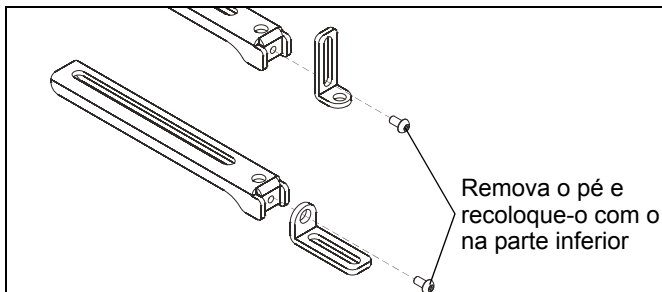

Figura 15
3. Afrouxe o parafuso e ajuste o pé que está fixado na perna ajustável. O pé pode ser removido e recolocado para permitir um maior ajuste, se necessário. (Consulte a Figura 15)